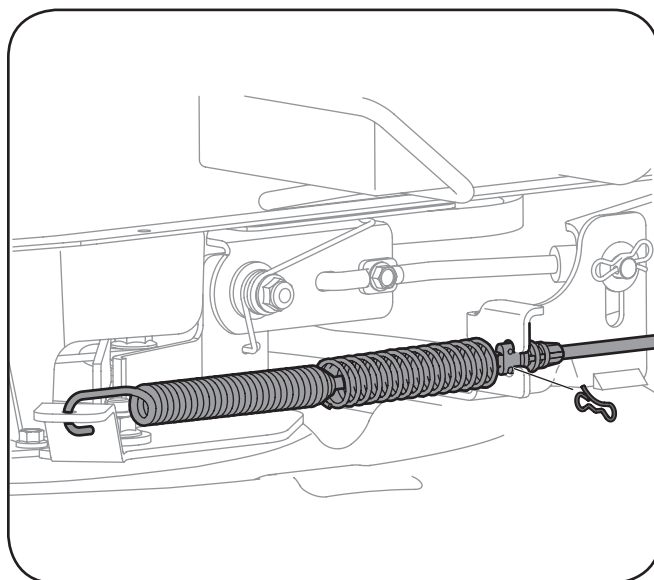

Figure 7-4
8. Retirez la goupille fendue qui retient le plateau de coupe et enlevez soigneusement le câble de la prise de force de l'arrière du plateau de coupe. Enlevez le ressort du support de la poulie de tension. Voir Figure 7-4.